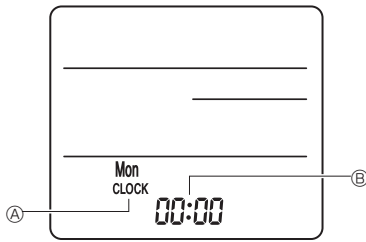

Fig. 6-5
3) Գարգավորումներ (ժամացույցի կարգավորումներ) (Fig. 6-5)
① Ներսում տեղադրեք մարտկոցները կամ սեղմեք ● CLOCK կոճակը որևէ սուր առարկայով: